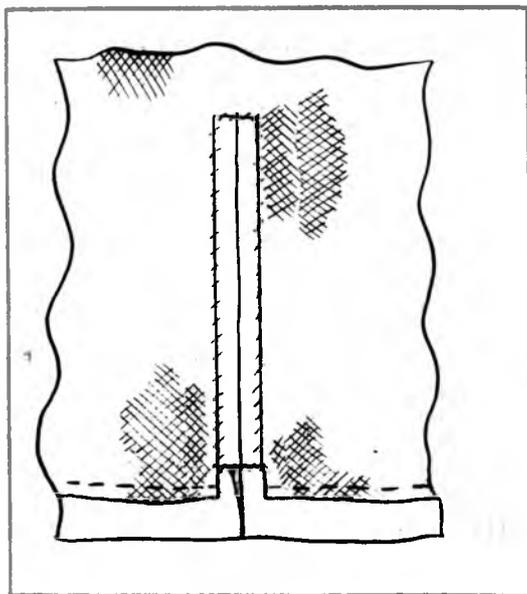

Рис. 84.
- разрезать подкладку по намеченным линиям прорешек «конвертом», подогнуть края и уголки и подшить косыми или крестообразными стежками к юбке, как показано на рис. 84.